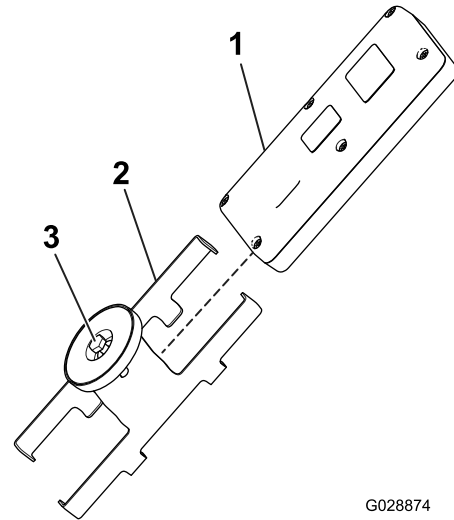

Bild 19
5. Setzen Sie die Handfernbedienung in die magnetische Halterung für die Fernbedienung ein; schieben Sie die Hälften zusammen, um die Fernbedienung zu befestigen und ziehen Sie die Schraube im Magneten an (Bild 19).